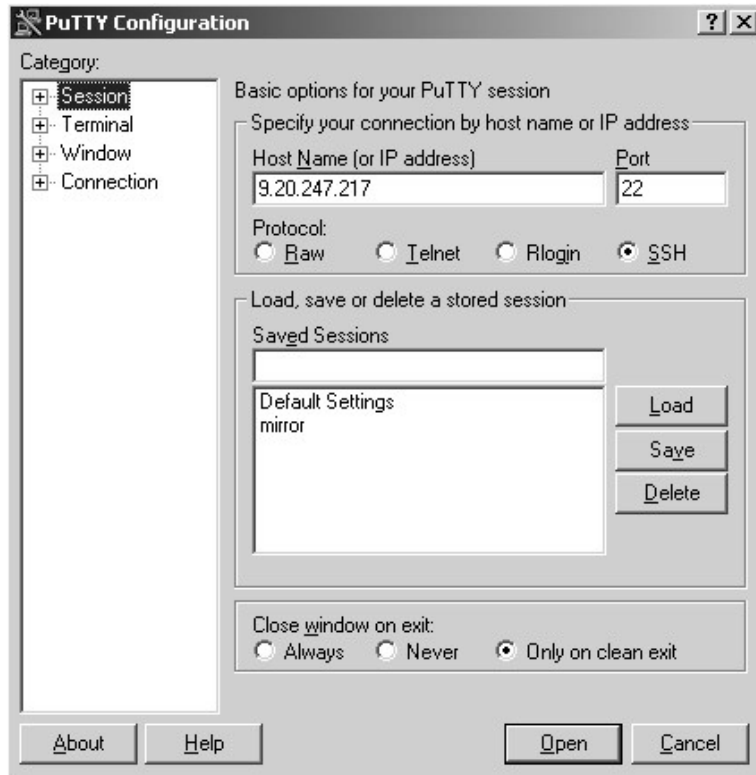

图 26. PuTTY Configuration 面板 - 基本选项
2. 确保在类别窗格中选择了 **Session**。显示 PuTTY Configuration 面板（请参阅第 14 页的图 26）。